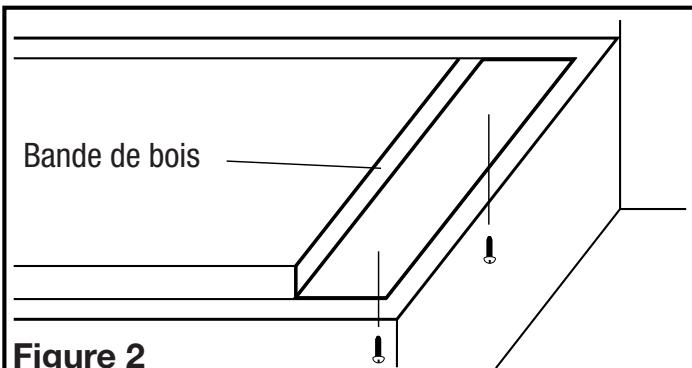

Figure 2
- Pour installer la hotte sous des armoires dont la base est en retrait, il faut d'abord installer des bandes de fixation en bois (non comprises) afin que la hotte soit fixée convenablement (**Figure 2**).